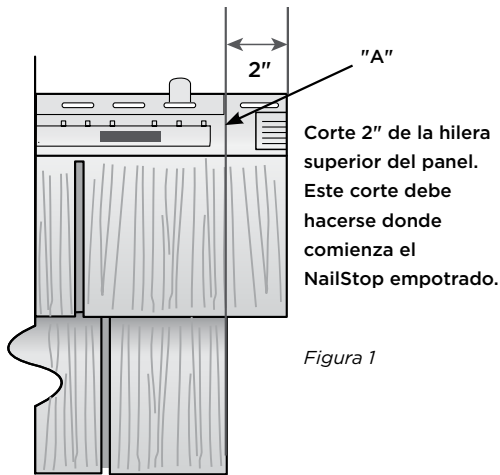

Figura 1
1. Corte 2" de la hilera superior del panel (Figura 1).